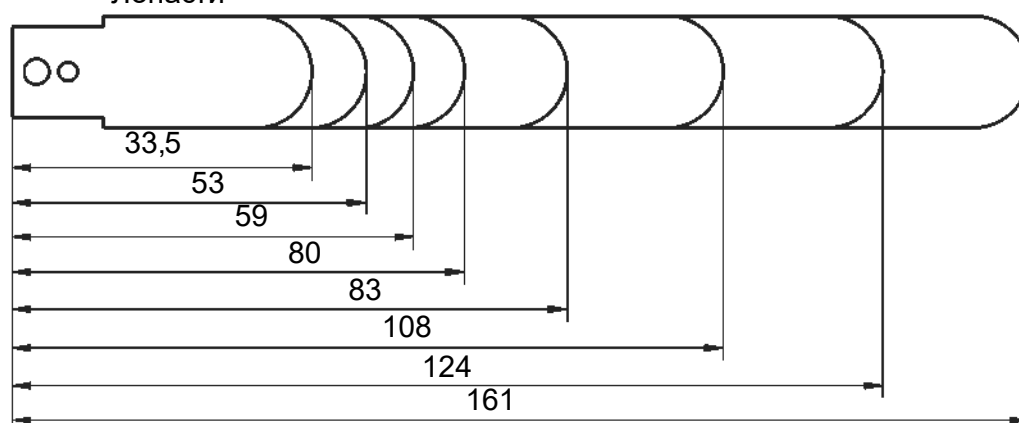

Рис. 2 Габаритные размеры лопастей, мм.
5.5. Габаритные размеры лопастей указаны на рис.2.